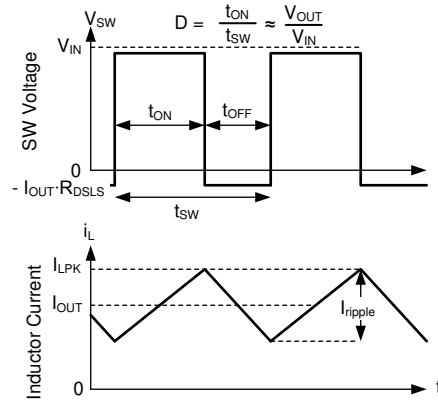

图 8-22. 连续导通模式 (CCM) 下的 SW 电压和电感器电流波形
有关器件的以下运行说明，请参阅 节 8.2 和 图 8-22 中的波形。在 CCM 中，该器件以变化的占空比 (D) 打开内部高侧 (HS) 和低侧 (LS) NMOS 开关，从而提供稳定的输出电压。在 HS 开关导通期间，SW 引脚电压 V_{SW} 摆动至大约 V_{IN} ，电感器电流 I_L 以线性斜率增加。HS 开关由控制逻辑关闭。在 HS 开关关闭时间 t_{OFF} ，LS 开关打开。电感器电流通过 LS 开关放电，这会强制 V_{SW} 通过 LS 开关两端的压降摆动到地电位以下。转换器环路调节占空比以保持恒定的输出电压。D 由 HS 开关在开关周期内的导通时间定义：